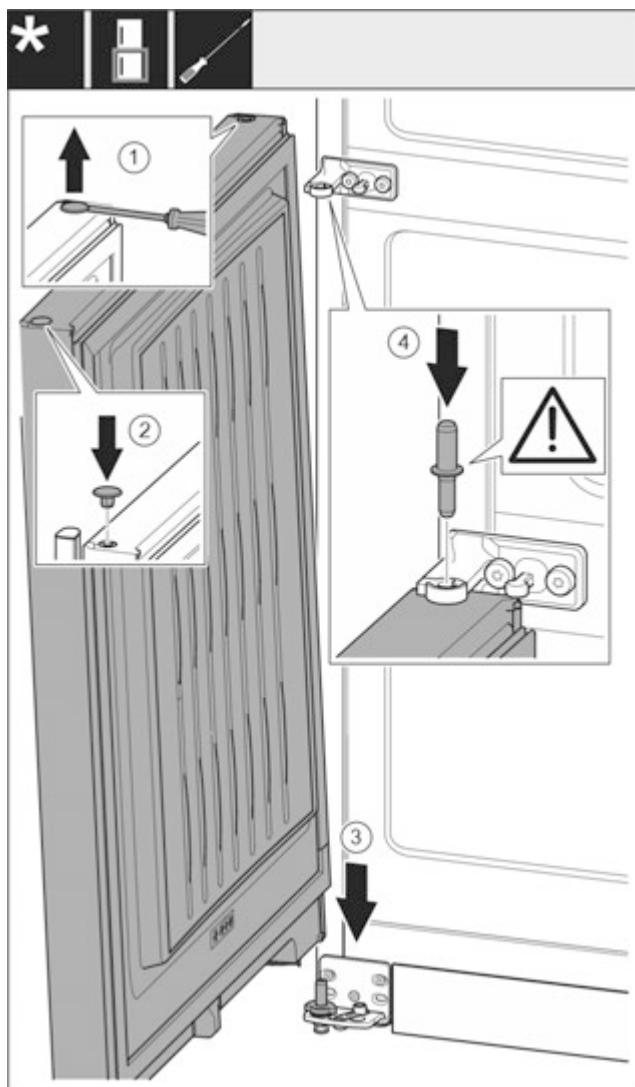

Fig. 19
- За допомогою шліщевої викрутки обережно підніміть пробку та витягніть її. Fig. 19 (1)
- Знову вставте пробку з іншого боку дверцят. Fig. 19 (2)
- Встановіть дверцята зверху на нижній опорний гвинт. Fig. 19 (3)
- Середній опорний гвинт встановіть в нижні дверцята через середній опорний кронштейн. При цьому виступ фіксатора повинен бути спрямований назад. Fig. 19 (4)